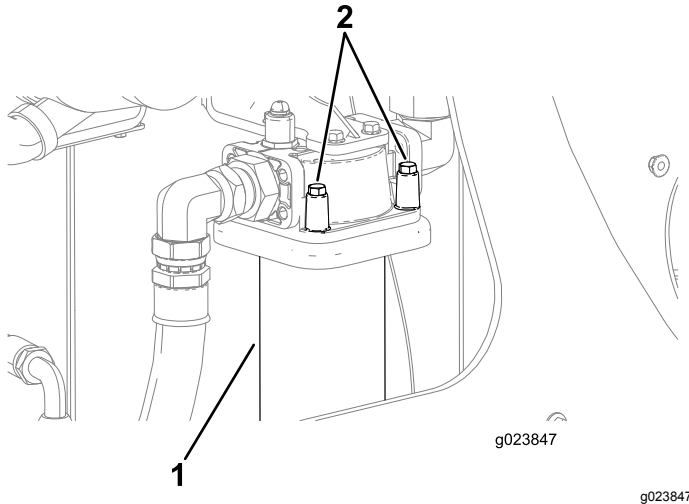

**Bild 123**
3. Stellen Sie eine Auffangwanne oder legen Sie mehrere Lappen unter den Ladefilter (**Bild 123**).
4. Halten Sie eine Hand unter den Hydraulikrücklauffilter und entfernen die vier Schrauben, wie in **Bild 123** abgebildet.
7. Fluchten Sie den neuen Hydraulikrücklaufilter mit der Stelle aus, an der er sitzt, und ziehen Sie die vier Schrauben an (**Bild 123**).